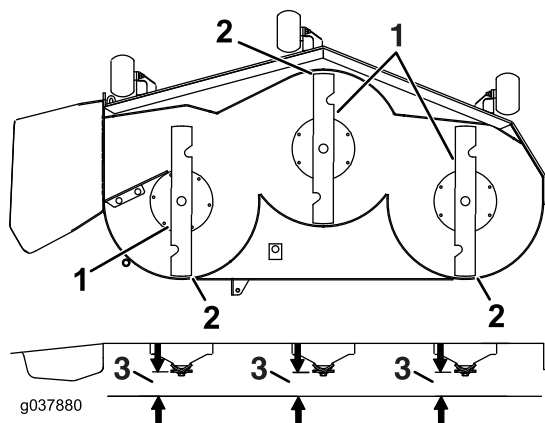

Figura 102
7. Compruebe el nivel longitudinal de la cuchilla (Figura 102). Asegúrese de que la punta de la cuchilla delantera está más abajo que la punta de la cuchilla trasera, como se muestra en *Altura de bloque y soporte*. Si se requieren ajustes, siga con este procedimiento.